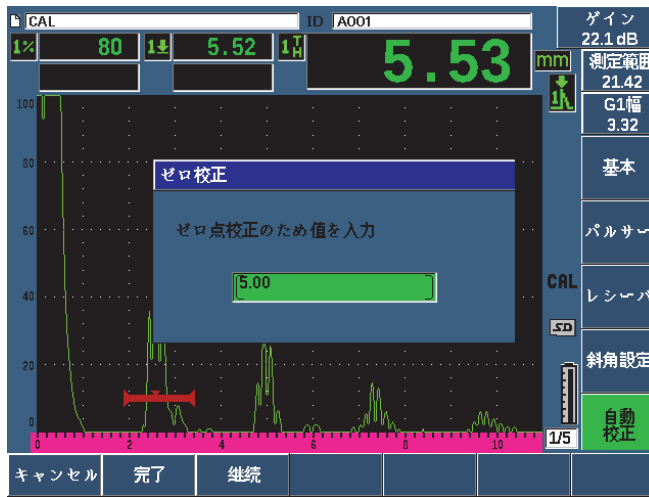

図 3-14 校正ゼロの値
7. 表示された値を適切な厚さに調整します。この例では、探触子は 5 mm（0.2 インチ）のステップに接触させています（76 ページの図 3-14 参照）。